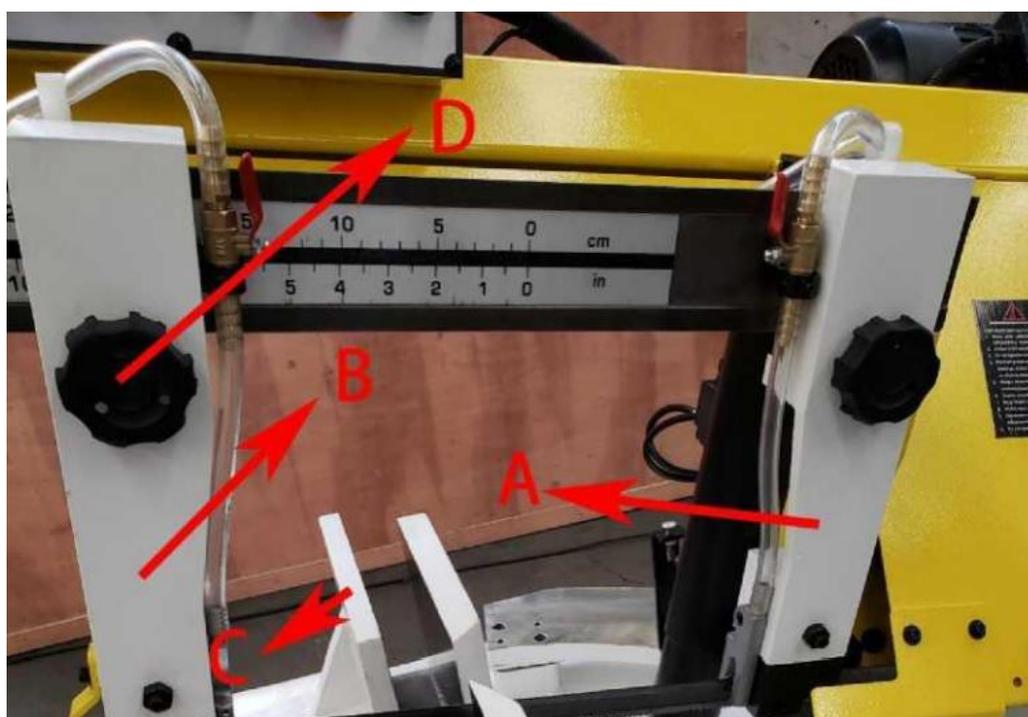

Рис. 10
2. Кронштейн правой направляющей (А) (Рис. 10), как правило, не регулируется и устанавливается на заводе с учетом доступа к правой губке тисков.
4. Для перемещения левого кронштейна (В) ослабьте фиксирующий маховик (D), установите кронштейн в требуемое положение и надежно затяните маховик (D).